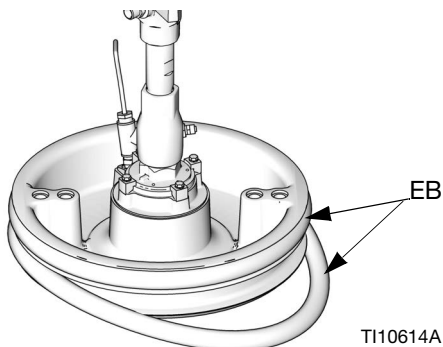

FIG. 42
1. À l'aide d'un instrument en bois ou plastique, pour éviter d'endommager le racleur (EB), nettoyer les rainures des joints.
2. *En partant du bas*, incliner un racleur (EB) sur le dos du cylindre (AD). Voir la FIG. 42.
3. Introduire le racleur (EB) dans la rainure supérieure et faire glisser l'avant du racleur dans la rainure.
4. Si l'on utilise un cylindre de 55 gallons, introduire le second racleur (EB) dans la rainure inférieure et faire glisser l'avant du racleur dans la rainure.